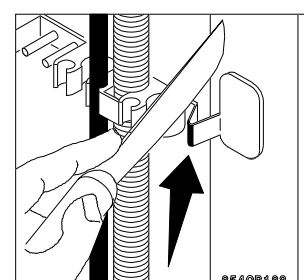

Fig 6
- Si vous voulez conserver l'alignement de votre lave-linge avec les meubles adjacents, vous avez la possibilité de couper la barrette de maintien des tuyaux située à l'arrière de votre lave-linge (fig. 6). Vous gagnerez 2 à 3 cm en profondeur. Laissez en place les deux obturateurs latéraux.